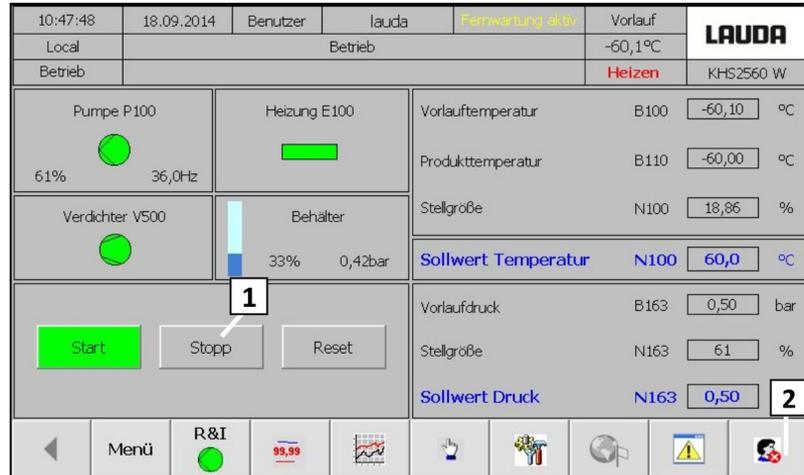

Fig. 38: Desconexión
1. Pulsar botón [Parada] en la pantalla de visualización (pantalla táctil) (Fig. 38 [1]).
2. Usuario cerrar sesión (Fig. 38 [2]).